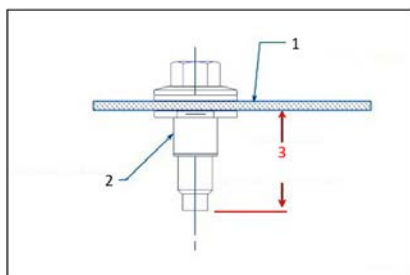

Abb. 1
- Befestigungselemente (einschließlich PlusNut® oder gleichwertige), die unter den Fahrzeugboden hinausragen, dürfen 25 mm (1,0") nicht überschreiten (Abbildung 1)